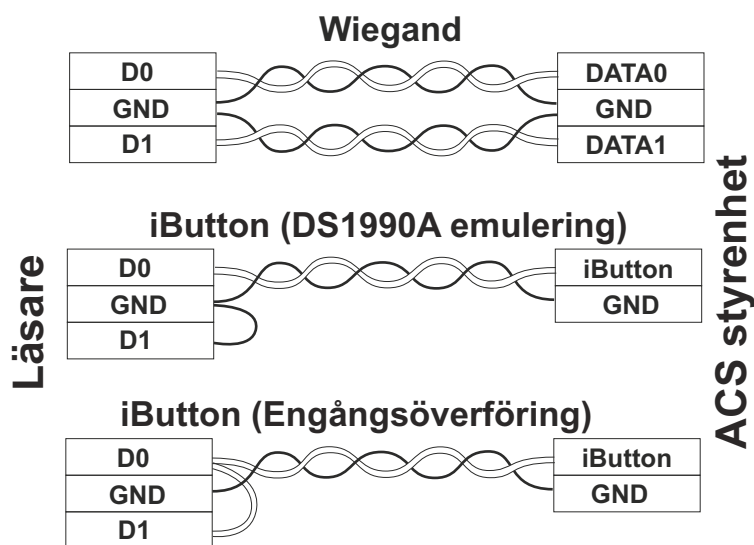

Bild 1. Val av transmissionsprotokoll.
- När Wiegand 26 protokoll används ansluts det första tvinnade paret mellan GND och DATA0 och det andra mellan GND och DATA1, se bild 1.